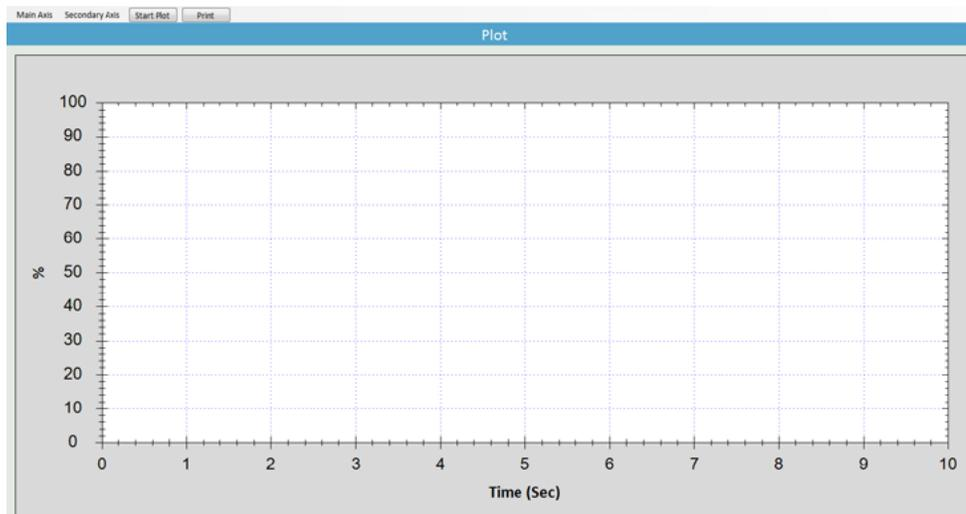
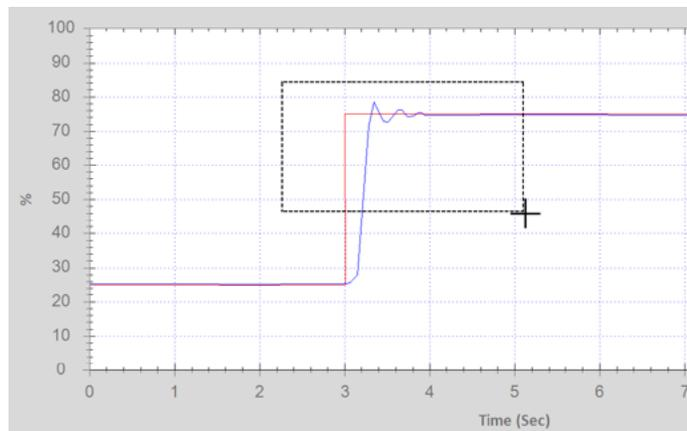

图47: 绘图屏幕
图49: 绘图屏幕中的框选
**注**“绘图屏幕”有两个不同的区域：活动区（即横轴和纵轴之间的区域）和页边空白（即显示测量值范围和单位的区域）。图47和图49中的页边空白区显示为灰色。实际程序中的页边空白区不以灰色显示。